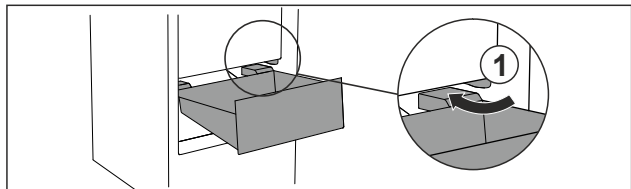

Fig. 65
- ▶ Обойдите стопор Fig. 65 (1) выдвижного ящика под наклоном.